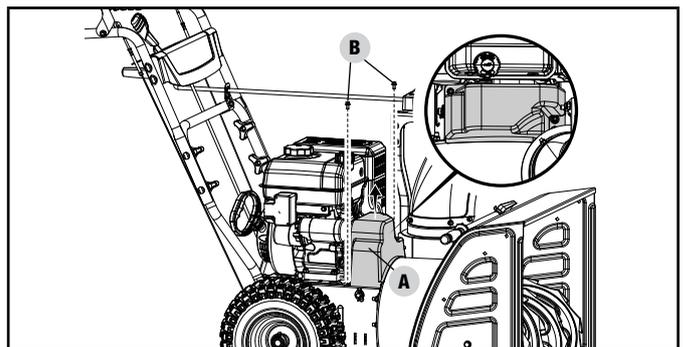

Figure 47
10. Installez le couvercle en plastique de la courroie (A) à l'aide de deux boulons M6 x 16 (B) que vous aviez mis de côté à une étape antérieure. Serrez bien mais pas trop car vous risqueriez d'endommager le couvercle en plastique de la courroie. (figure 47)